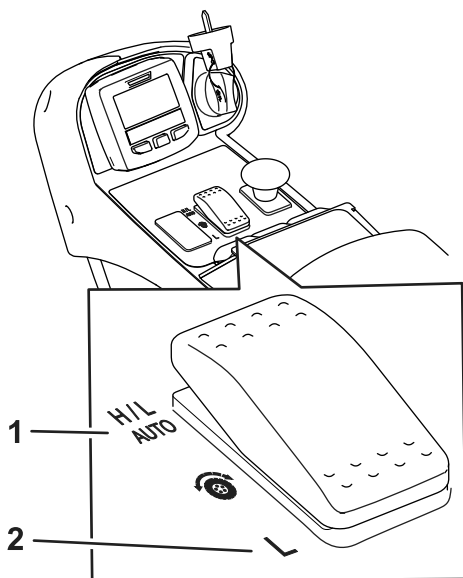
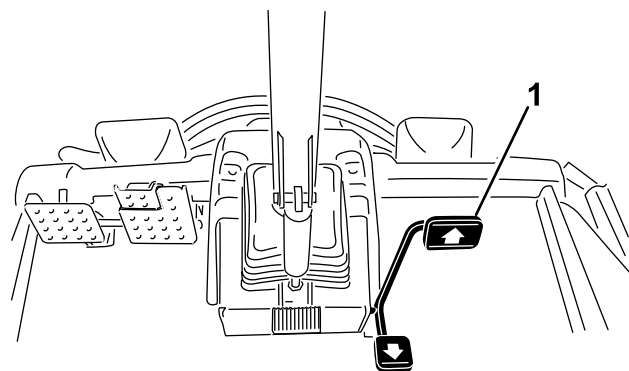

Figura 27
Figura 28
- În condiii normale de funcționare, această maină este destinată să funcționeze în poziia H/L AUTO a comutatorului pentru gama de viteze (Figura 27). Această poziie permite mainii să comute automat între gamele de viteze reduse i mari, după cum maina este utilizată pentru tunderea ierbii sau transport.
- Atunci când selectai poziia REDUSĂ a comutatorului pentru gama de viteze (Figura 27), maina va funcționa întotdeauna în gama de viteze reduse. Această setare este de preferat pentru operarea într-o zonă de atelier, încărcarea sau descărcarea de pe o remorcă, urcarea pe pante abrupte sau orice altă operațiune în care nu se dorește o viteză de traciune mai mare din gama de viteze mari.
Această maină este echipată cu 2 game de viteze de traciune: reduse i mari. Cu ajutorul comutatorului pentru gama de viteze puteți selecta următoarele poziii (Figura 27):
Această caracteristică permite posibilitatea de a seta viteza maximă a mainii atunci când apăsați pedala complet în față (Figura 28). Puteți seta o viteză separată pentru gama de viteze reduse și cea pentru viteze mari (Figura 27).